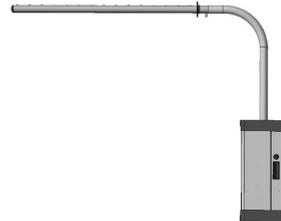

рис. 43
1. Внутри парораспределительной трубы, независимо от ее конфигурации, образуется определенное количество конденсата. Это конденсат должен удаляться, чтобы не препятствовать потоку пара. Если парораспределительная труба устанавливается выше увлажнителя и паровая трасса не имеет сифонообразных изгибов, устройство возврата конденсата может не устанавливаться (например, рис. 43).